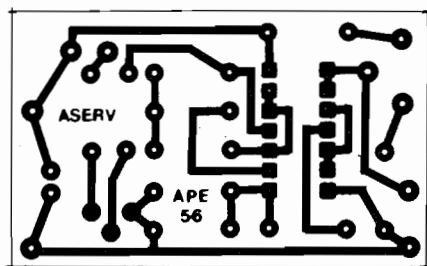

Fig.2
- FIG. 2 - LAY OUT DO CIRCUITO IMPRESSO ESPECÍFICO - Fácil e rápido de traçar (uma vez que não existe a menor complicação ou congestionamento no seu padrão cobreado...), o Impresso específico tem seu **lay out** mostrado em tamanho natural na figura... Devido à presença do Integrado, torna-se praticamente obri-